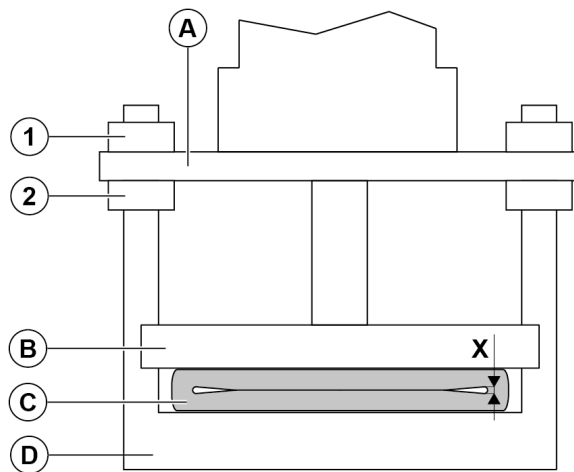

Figure 16.
6. Arrachage du reste du manchon à travers la bride avec un levier /fer à contourner (*voir Figure 16*).